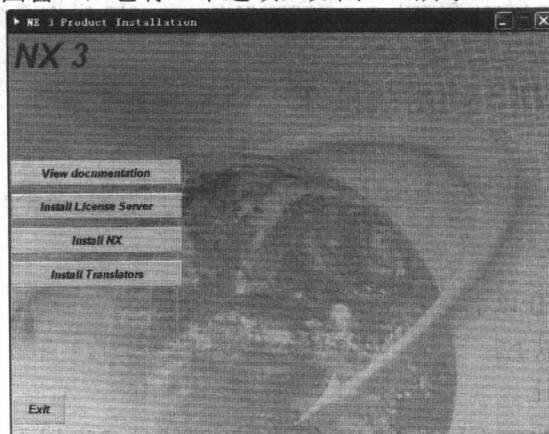

图 1-1 安装主界面
(1) 以系统管理员的身份登录 Windows XP 系统。正版用户将会得到 4 张标准盘：其中一张名为 UG NX3 BASE，这是 UG NX3 的基本安装程序；一张名为 DOCUMENT，这是 UG NX3 的帮助文件；一张名为 UPDATE，这是针对 NX3 发布的升级补丁；一张名为 UG NX3 CAST，这是英文的学习教程。
(2) 运行 UG NX3 安装盘根目录下的 Launch.exe。
(3) 出现安装主界面窗口，它有 4 个选项，如图 1-1 所示。